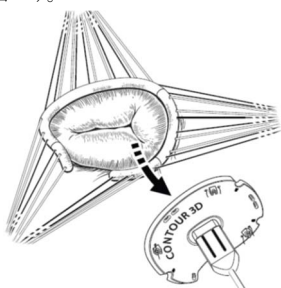

図 13
- 3) ホルダおよびハンドルを弁輪部から取り外し、ホルダを適切に廃棄する(図 13)。